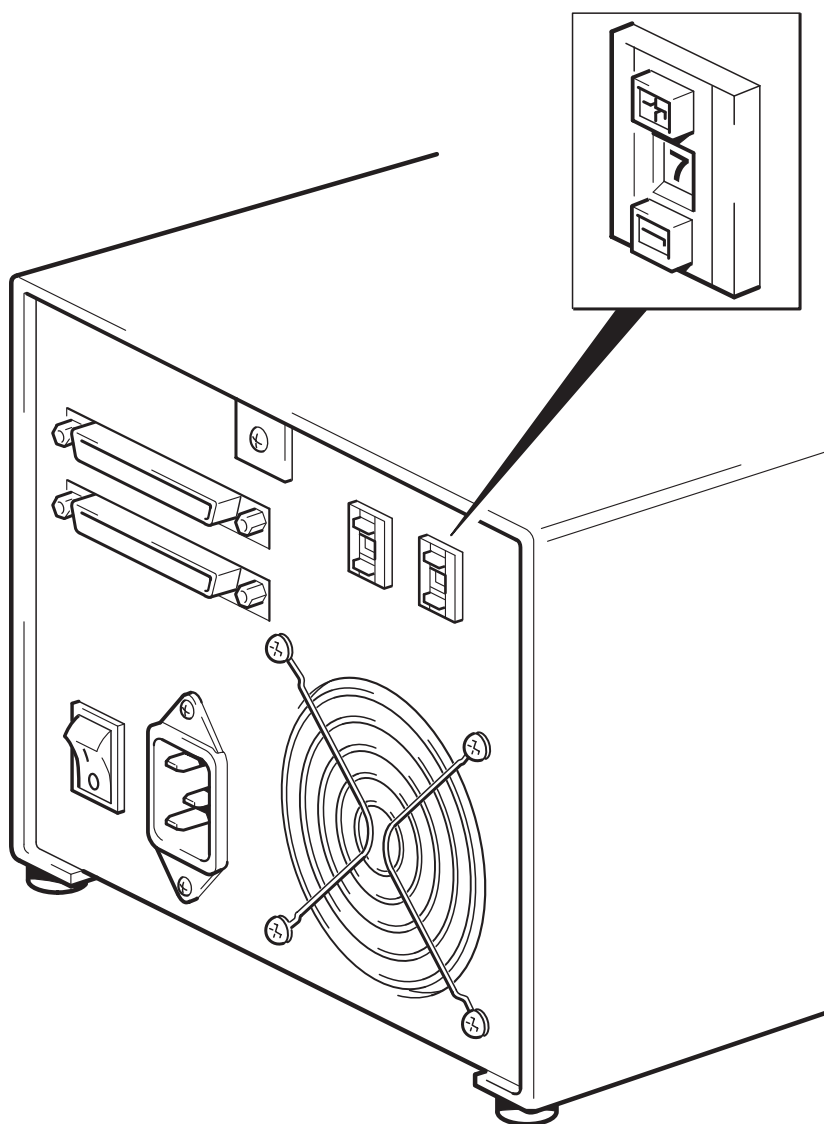

Figura 4: verificar a chave de opção
- 1 Verifique se a chave de opção do autoloader (chave direita na figura 4) esteja ajustada para o valor correto, como indica a tabela acima. Basta ajustar o valor da chave para 5 para estações de trabalho Sun executando Solaris v. 2.6 ou inferior .
- 2 Se a chave de opção não estiver definida com o valor correto para o sistema, altere os valores-padrão das chaves de configuração localizadas na parte traseira do dispositivo, como mostra a figura 4.